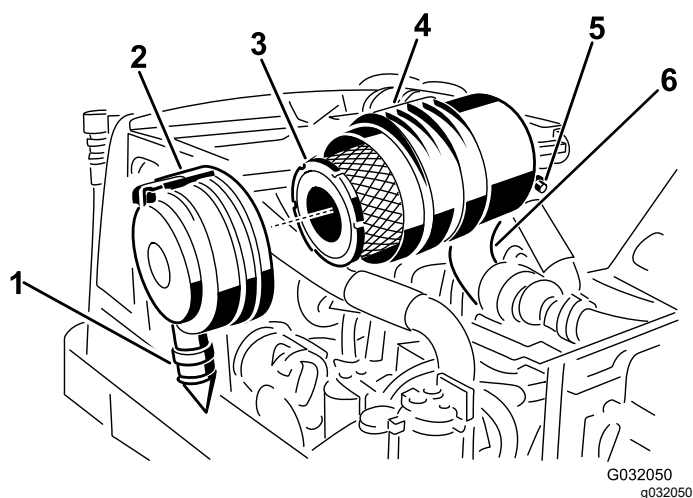

Рисунок 44
- Снимите фильтр грубой очистки (Рисунок 44).
- Замените фильтр грубой очистки (Рисунок 44).
7. Установите крышку так, чтобы резиновый выпускной клапан находился в нижнем положении — примерно между «5 и 7 часами» при взгляде с торца, и зафиксируйте защелку (Рисунок 44).